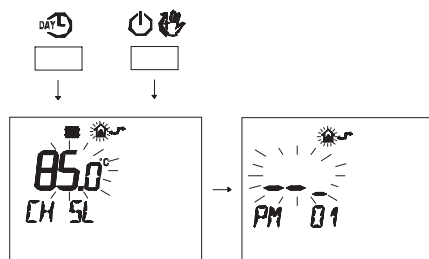

Figura 5.55
- Premere contemporaneamente i pulsanti e per entrare nella programmazione trasparente (Figura 5.55).